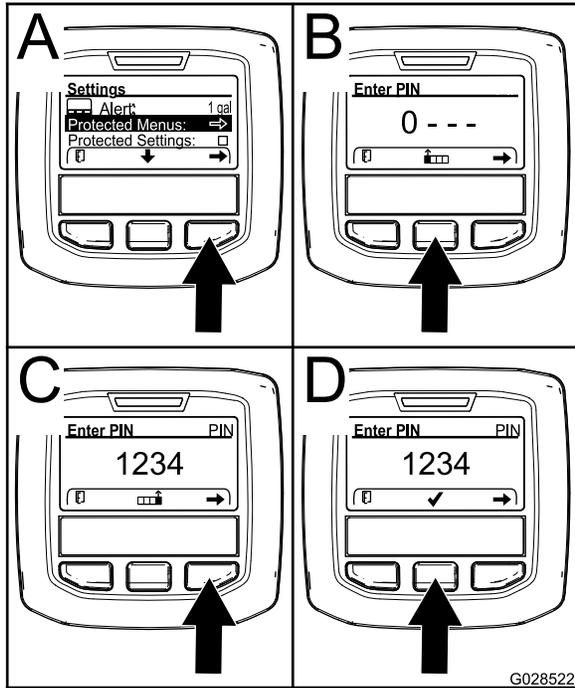

图11
2. 按右侧选择按钮可选择受保护菜单 图11。
- 按中间选择按钮 图11 中的 B 可增加数值 09。
- 按右侧选择按钮 图11 中的 C 可将光标移至右边的下一个数值位置。
注意 核选标记图标将显示在中间选择按钮的上方 图11 中的 D。
5. 按中间选择按钮 图11 中的 D 输入密码。